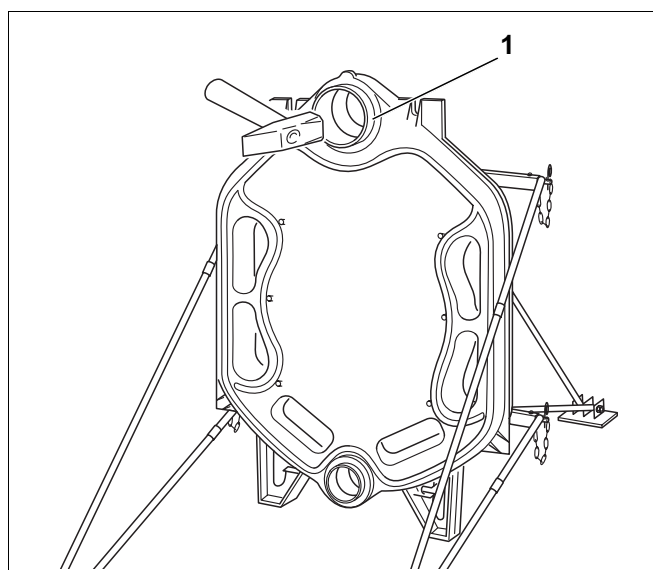

Fig. 9
- Sett niplene rett inn i det øvre (str. 4, 181/70) og nedre (str. 2, 119/50) navet på bakelementet og slå dem kryssvis inn med kraftige hammerslag. Etter at niplene er slått inn skal den øvre nippelen (fig. 9, pos. 1) rage ca. 43 mm og den nedre nippelen ca. 32 mm ut av det tilsvarende navet.